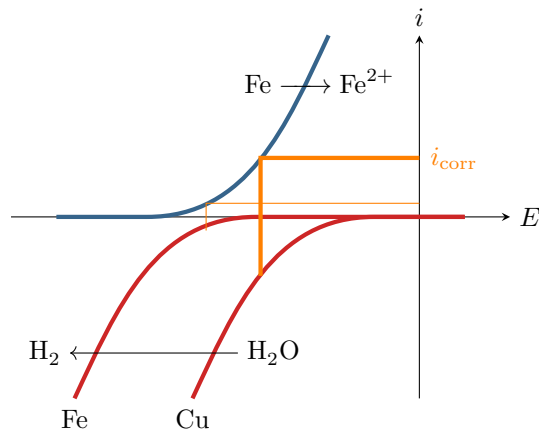

Figure 3 – Courant de corrosion du radiateur.
**2** La réduction a lieu sur le métal où elle est la plus rapide. Pour l'identifier, considérons *séparément* les deux courbes possibles en réduction, et construisons graphiquement le potentiel mixte et le courant de corrosion dans chacun des deux cas : voir figure 3. On constate que le courant de corrosion est très supérieur si la réduction de l'eau a lieu sur le cuivre. Le courant de corrosion réel (et le potentiel mixte réel) sont donc ceux donnés par la courbe correspondant à la réduction de l'eau sur le cuivre.